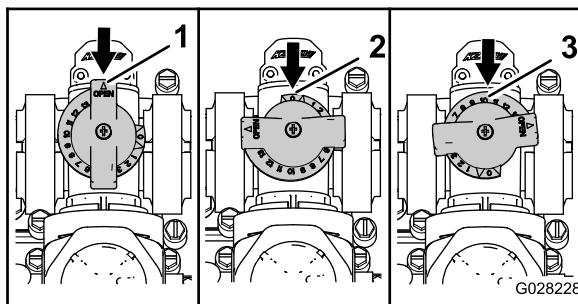

Рисунок 108
- Перепускной клапан перемешивания находится в полностью ОТКРЫТОМ положении, как показано на Рисунок 108.
- Перепускной клапан перемешивания находится в ЗАКРЫТОМ (0) положении, как показано на Рисунок 108.
- Перепускной клапан перемешивания находится в ПРОМЕЖУТОЧНОМ положении (отрегулированном в соответствии с показаниями манометра системы опрыскивания), как показано на Рисунок 108.